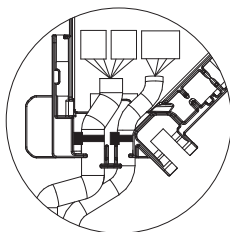

Fig. 5-16
- i-See sensörünü sabitleyen bantın ve sinyal alıcısı bağlantı kablosunun konektör kutusu içine konumlandığından emin olun. (Fig. 5-16)